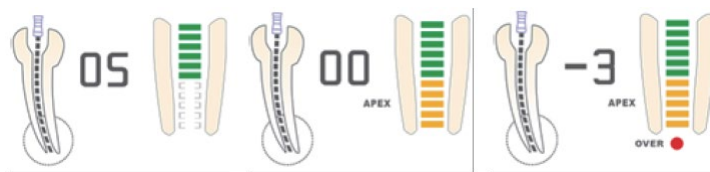

Рисунок 4 (а) Рисунок 4 (b) Рисунок 4 (c)
- За допомогою смуг індикатора на дисплеї відображається відстань до апікального отвору. Файл знаходиться в зеленій зоні. Рисунок 4 (а).
- Поява смуг помаранчевого кольору означає, що файл наближається до апікального отвору. Рисунок 4 (b).
- Поява смуг червоного кольору означає, що файл вийшов за межі апікального отвору. При цьому звучить сигнал. Рисунок 4 (c).